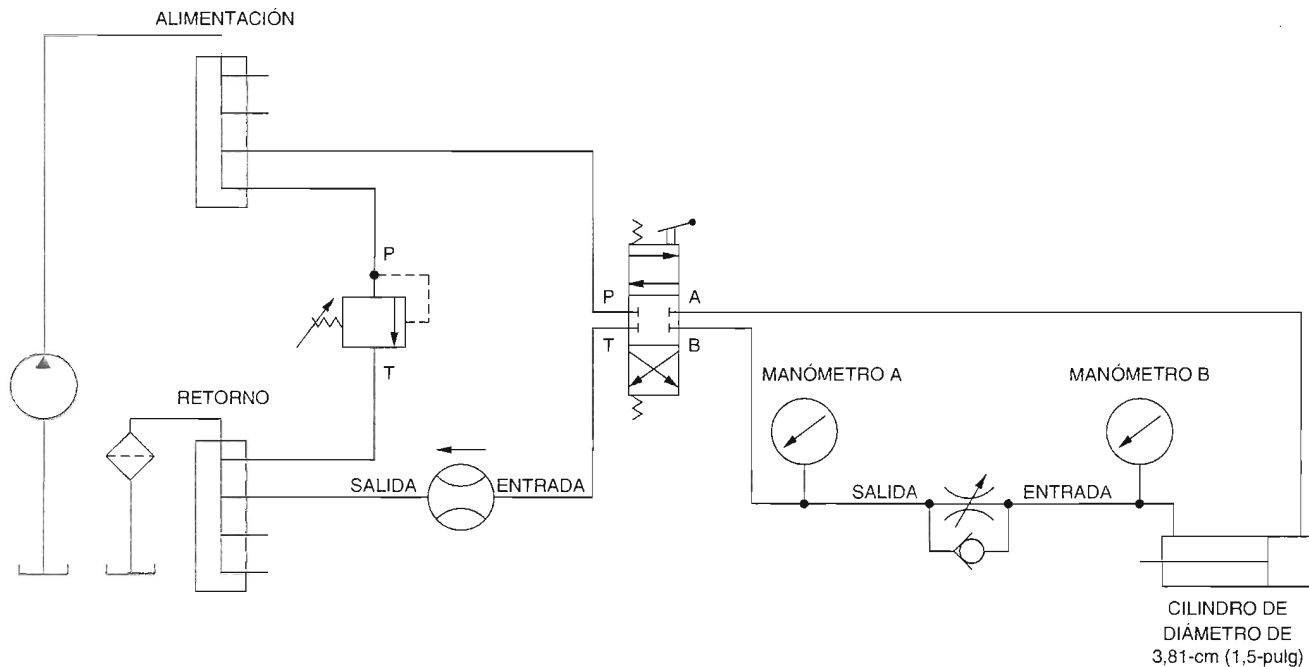

Figura 2-32. Circuito de control de flujo con regulación de salida.
- ☐ 21. Conecte el circuito mostrado en la Figura 2-32. Este circuito mide el flujo de aceite que sale del cilindro.